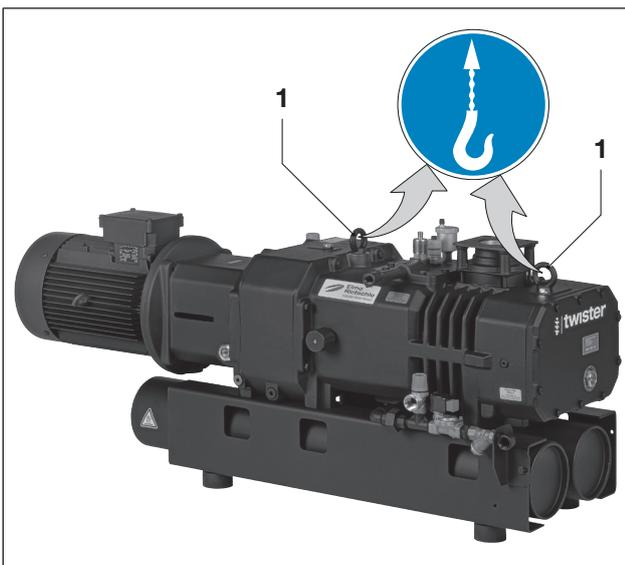

Fig. 1 Elevación y transporte
- a) Apretar bien las armellas (fig. 1/1).